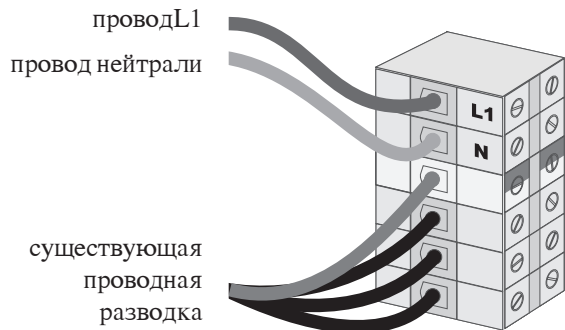

Рис. 4-5 Жесткий монтаж входной проводной разводки
8. Присоедините входные провода к соединителям входной клеммной колодки, имеющим метки "L1" и "N". См. рис. 4-5. Убедитесь в отсутствии неприсоединенных проводов и в том, что винты клеммной колодки затянуты с достаточным усилием.